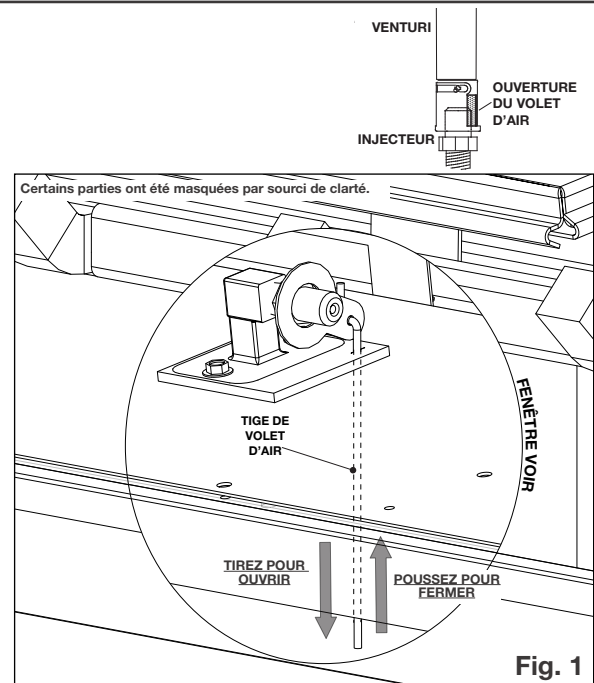

Fig. 1
Le réglage de l'air fin doit être effectué à l'aide de la tige pour obtenir la flamme souhaitée (**FIG. 1**).
- A. Ajustez la tige de volet d'air jusqu'à ce que la flamme souhaitée soit atteinte. Poussez pour fermer et tirez vers le bas pour ouvrir (**Fig. 1**).